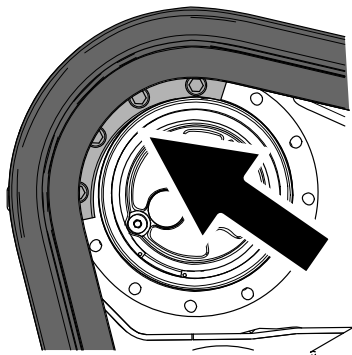

Figure 74
5. Poussez la commande de déplacement en avant jusqu'à ce que le segment du pignon d'entraînement s'engage sur la chenille (Figure 74).
10. Appliquez du frein-filet sur les boulons du segment de l'autre segment du pignon d'entraînement que vous avez déposé et posez le segment (Figure 74). Serrez les boulons à un couple de 247 à 301 N·m (182 à 222 pi-lb).